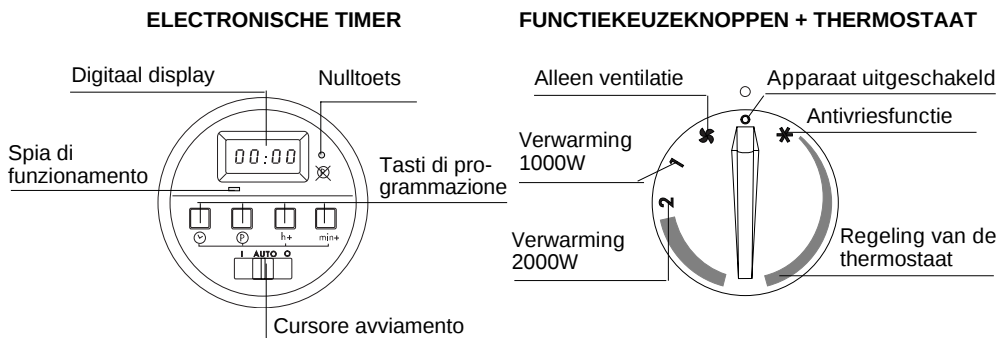

fig. 5
- Draai de knop in de richting met de klok mee in de stand  "zomerstand" (alleen ventilatie) (fig. 5)
Het apparaat kan worden uitgezet door de functiekeuzeknop + thermostaat weer in de stand "0" (fig.5) terug te brengen en, bij de modellen die zijn uitgerust met een timer, moet de startcursor in de stand "0" (fig. 5) worden gezet. Het bedrijfslampje dooft.
- De knop  indrukken en, tegelijkertijd, de knop $h+$ (fig. 5) tot aan het juiste uur, dan de beide knoppen loslaten.
1. Zet de start-cursor op de stand "AUTO" (fig.5)